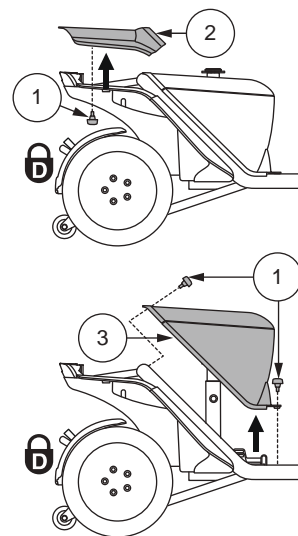

Figura 11. Rimozione/installazione della scocca della batteria
1. Rimuovere il sedile e la scocca posteriore. **Vedere figura 11.**
- a. Sollevare la scocca posteriore togliendo le due (2) viti che la fissano al telaio del PMV e poi sollevare la scocca verso l'alto ed allontanarla dal PMV. **Vedere figura 11.**
- b. Sollevare la scocca del pacco batterie togliendo le quattro (4) viti che la fissano al telaio del PMV e poi sollevare la scocca verso l'alto ed allontanarla dal PMV. **Vedere figura 11.**